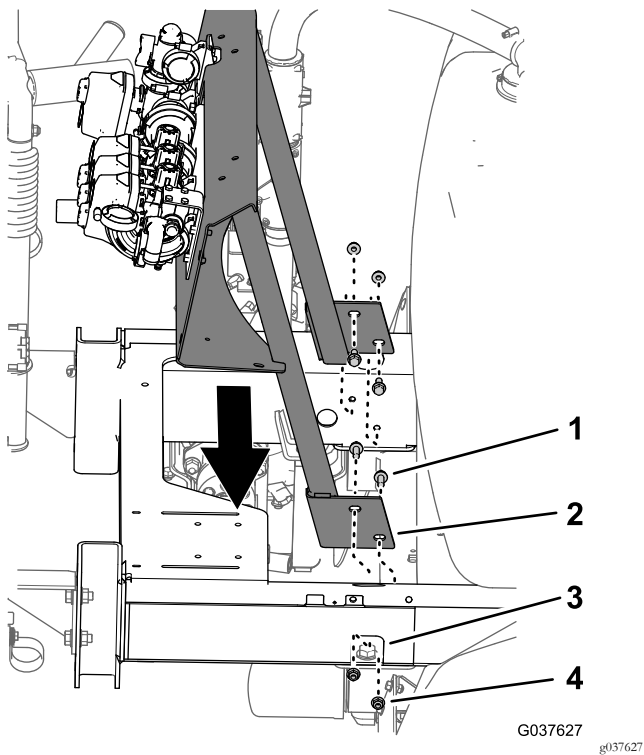

图50
1. 将阀门安装架中的孔与机器机架中的孔对齐图50。
2. 使用在步骤 拆下阀门支架 \(页码 17\) 中卸下的 4 个凸缘头螺栓3/8 x 1 英寸和 4 个凸缘锁紧螺母3/8 英寸将阀门安装架组装到机架上 图50。